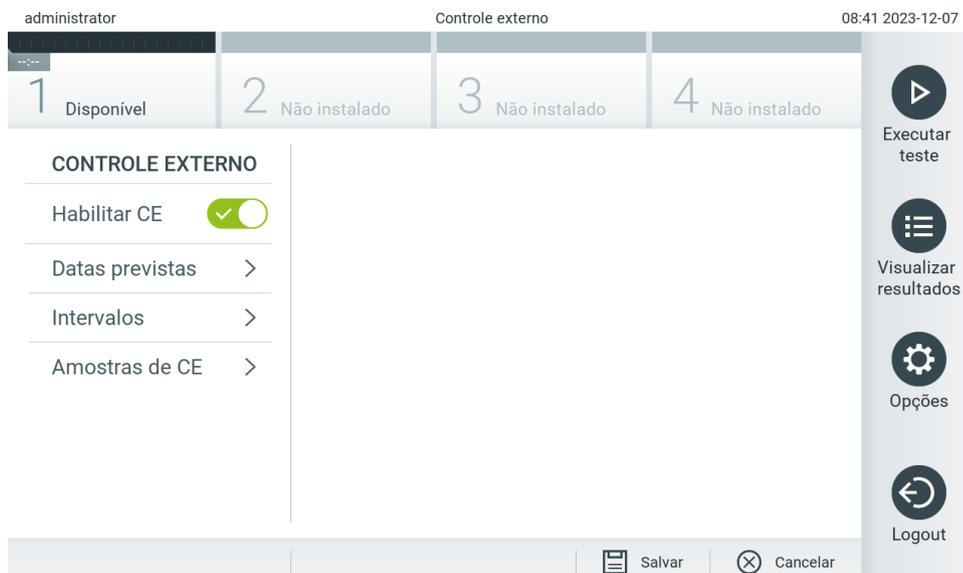

Figura 75. A tela External Control (Controle externo).
Os usuários com o direito de excluir trabalhos de impressão podem excluir todos os trabalhos de impressão para limpar a fila. Isso evitará que todos os relatórios na fila sejam impressos. Para fazer isso, pressione o botão **Delete All** (Excluir todos) na parte inferior da página (Figura 75).
6. Pressione o botão de alternância **Enable EC** (Habilitar CE) para ativar o recurso (Figura 75).